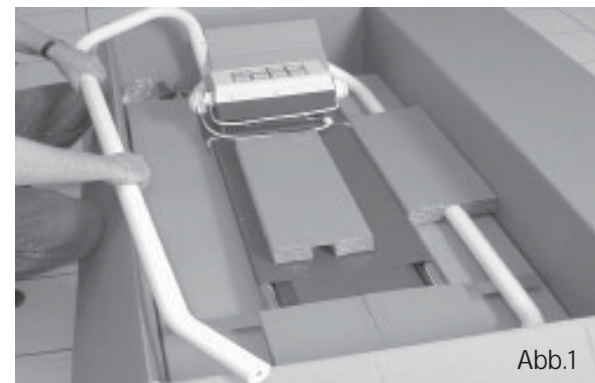
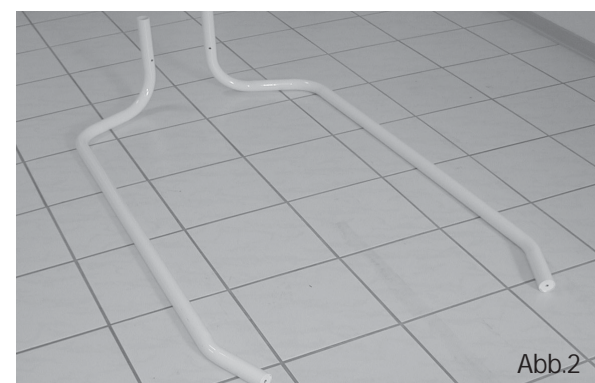

Abb.1
Abb.2
- Entfernen Sie die beiden seitlichen Polster, entnehmen Sie die beiden Griffrohre (Abb.1) und legen Sie diese wie in Abb.2 beschrieben ab.